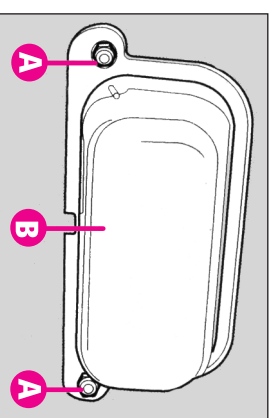

fig.43
-deschideți capacul (B-fig.43),
slăbind șuruburile (A-fig.43).
-Închideți capacul (B-fig. 43), strângând piulițele (A-fig. 43).